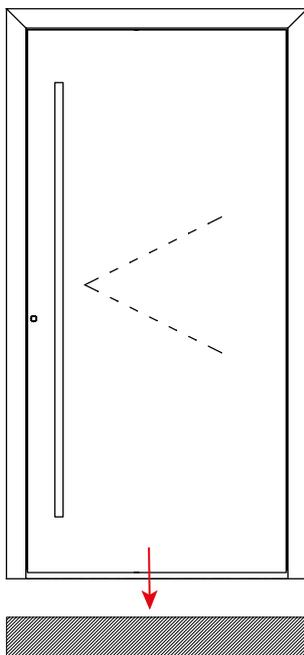

Bild 1
- 1** Die Tür an die Schwelle stellen (Bild 1).